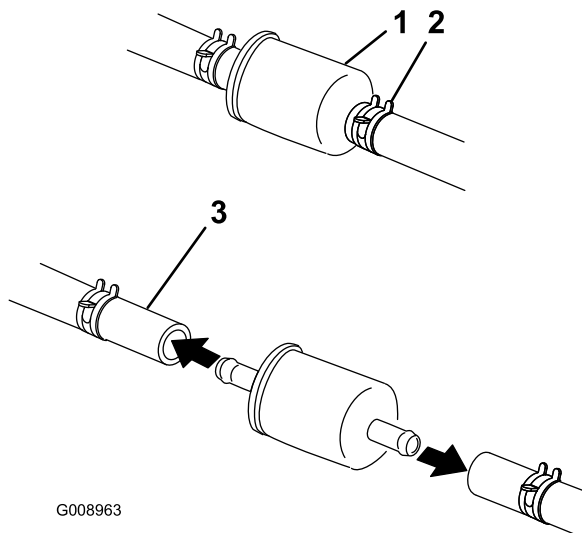

Bild 39
4. Drücken Sie die Enden der Schlauchklemmen zusammen und schieben Sie sie vom Filter weg (Bild 39).